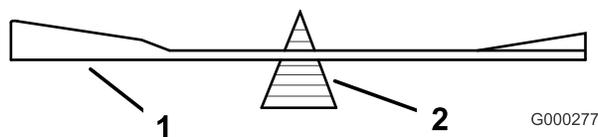

Figura 81
2. Verifique o equilíbrio da lâmina colocando-a num equilibrador de lâminas (Figura 81).